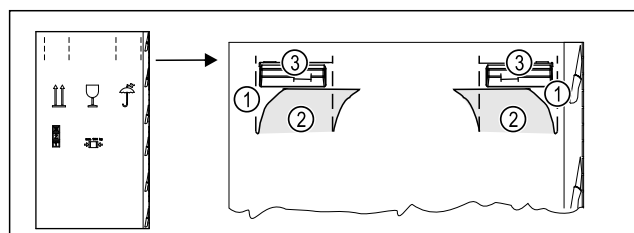

Fig. 4
- Vtlačte obalový karton nahoře na perforaci Fig. 4 (1).
- Vytáhněte vtlačené spojky Fig. 4 (2).
- Pravá a levá rukojeť Fig. 4 (3) je viditelná.
- Držte spotřebič za rukojeť Fig. 4 (3).